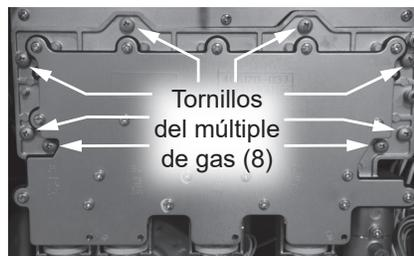

Figura 115 - Retiro de los tornillos del múltiple de gas
- Ubique los ocho tornillos que fijan el múltiple de gas al conjunto de quemador. Retire los tornillos y déjelos a un lado en un lugar seguro para volver a instalarlos. Consulte la Figura 115.